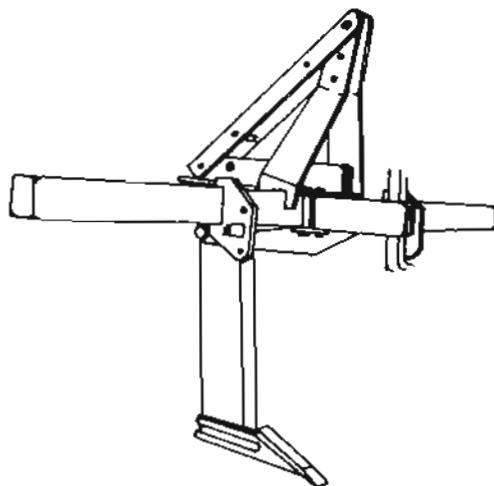

Fig. 1
*El roturador.* Está constituido por: el cincel; borde delantero que corta el suelo; la reja encargada de roturar el subsuelo; el espolón o bala utilizado para producir canales subterráneos de drenaje cuando es necesario (Fig. 1)